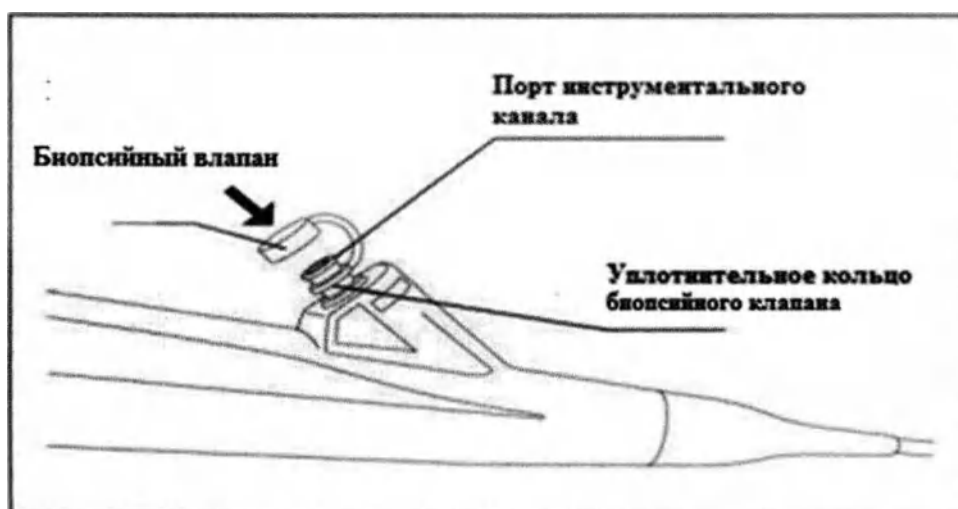

Рис. 3.4 Установка биопсийного клапана.
1. Установите биопсийный клапан в порт инструментального канала, а затем вставьте ее до конца, пока она не зафиксируется на корпусе (рис. 3.4).